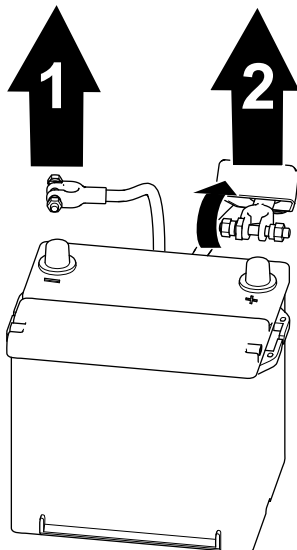

Figura 62
1. Retire el cable negativo del borne de la batería (Figura 62).